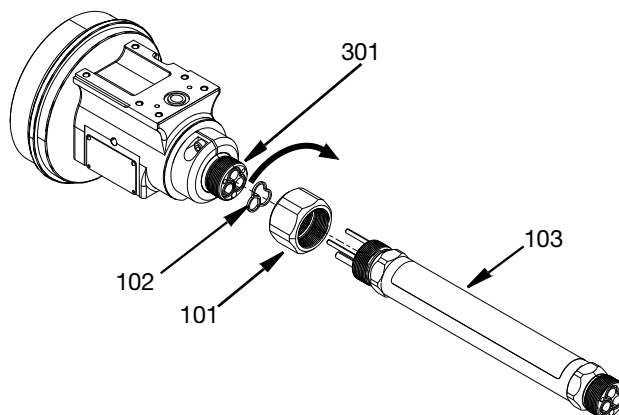

Рис. 28
1. Нанесите тонкий слой литиевой смазки на прокладку адаптера (102) и установите на конец центрального корпуса (301).
2. Нанесите противозадирную смазку на резьбу центрального корпуса (301) и длинной трубки в сборе (503).
3. Наденьте стопорную гайку стяжной муфты (101) на резьбовой конец центрального корпуса (301), но не закручивайте ее.
4. Совместите и вставьте штифты на конце длинной трубки (103) в центральный корпус (301). Поверните гайку стяжной муфты по часовой стрелке, стоя лицом к корпусу поворотного шарнира, чтобы резьба длинной трубы (103) и центрального корпуса одновременно вошли в зацепление. Затяните гайку с усилием 75 фут-фунтов (101,69 Н•м). См. Рис. 28.